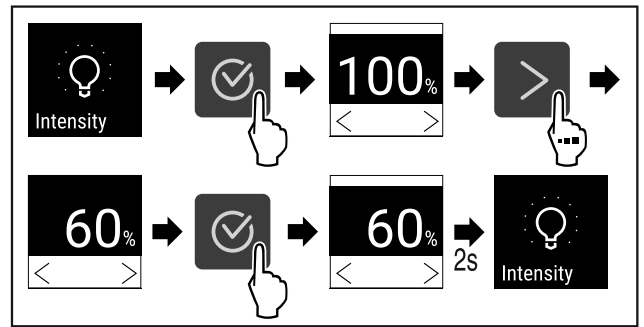

Fig. 72
- ▶ Изпълнете стъпките (виж Fig. 72).